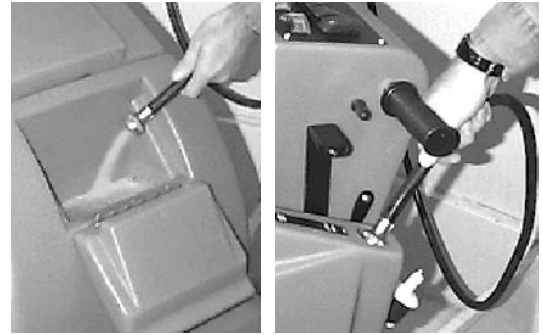

FIG. 9
3. Ouvrez le trou de remplissage de la solution qui se trouve à l'avant de la machine et remplissez le réservoir de 17 gal / 64 litre d'eau claire, température maximum 140° F / 60° C. Vous pouvez également utiliser le trou de remplissage qui se trouve à l'arrière de la machine pour remplir le réservoir de solution. Enlevez le bouchon et introduisez le tuyau pour remplir le réservoir. Le tube transparent qui se trouve sous le trou de remplissage est pourvu de graduations tous les 5 gal / 19 litres qui indiquent la quantité d'eau dans le réservoir (Figure 9).